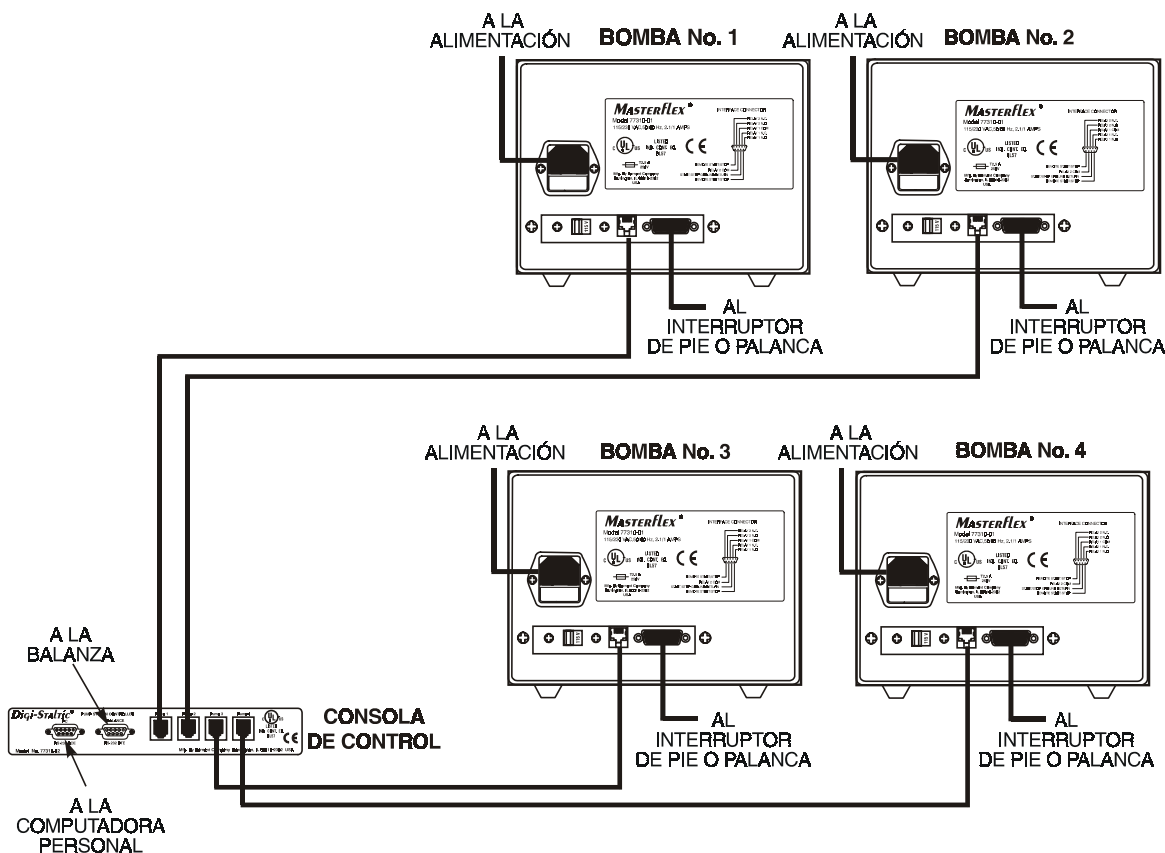

Figura 4. Componentes de interconexión
Consulte la Figura 4, y conecte los componentes del sistema distribuidor. Asegúrese de que los enchufes encajen firmemente en los conectores de la parte trasera de la consola de control y de la parte trasera de cada mando de bomba.
Asegúrese de que la toma de CA esté conectada a tierra y cumpla con todos los códigos locales y nacionales. Se recomienda hacer uso de una CA con interruptor accionado por pérdidas a tierra debido a la manipulación de líquidos. Use el cordón de alimentación suministrado por cada bomba del sistema. Consulte la Figura 4, y conecte el enchufe hembra al conector de la parte de atrás del mando de la bomba. Enchufe el conector macho a una toma de CA bien conectada a tierra.
- 3. Consulte la Figura 4, y conecte la balanza al conector marcado BALANCE en la parte de atrás de la consola de control.
- 2. Vea la Figura 4, y conecte el conector DB-9 del interruptor de pie o palanca distribuidora al conector de nueve clavijas de la parte de atrás del mando de la bomba.